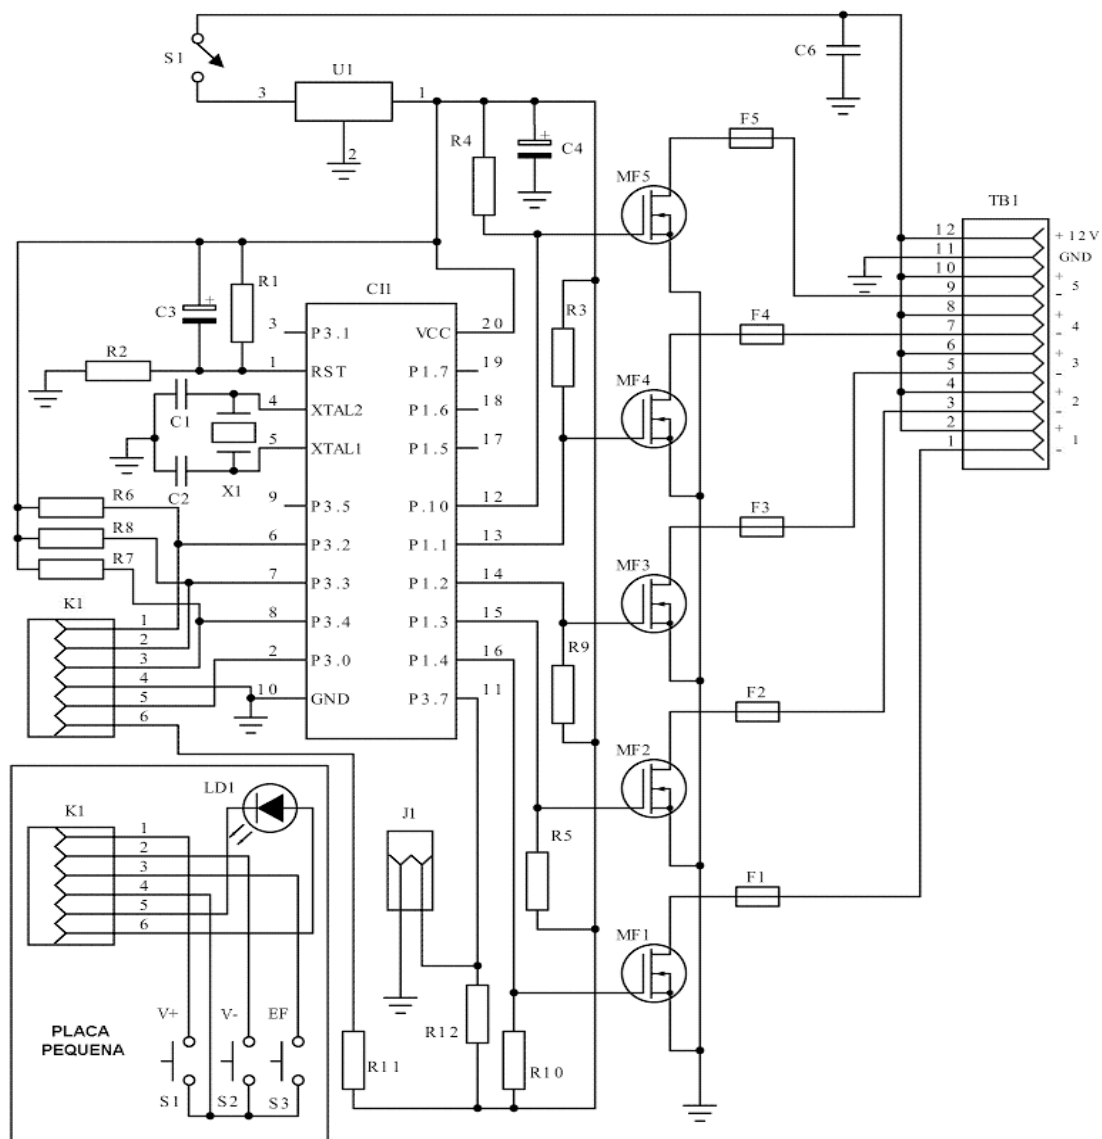

Figura 3
O circuito da figura 3 tem um microcontrolador AT89C2051 como componente central (C11), rodando o programa (firmware) que lê as teclas de seleção de Efeitos (EF = S3) e ajuste de velocidade (S+ = S1 e S- = S2), para converter a seleção feita pelo usuário em efeito luminoso nas duas saídas (pinos 12 e 13 do microcontrolador), que por sua vez acionam os transistores MOSFET MF1 e MF2, com nível alto no Gate (G) para ativar os LEDs ligados à saída correspondente.